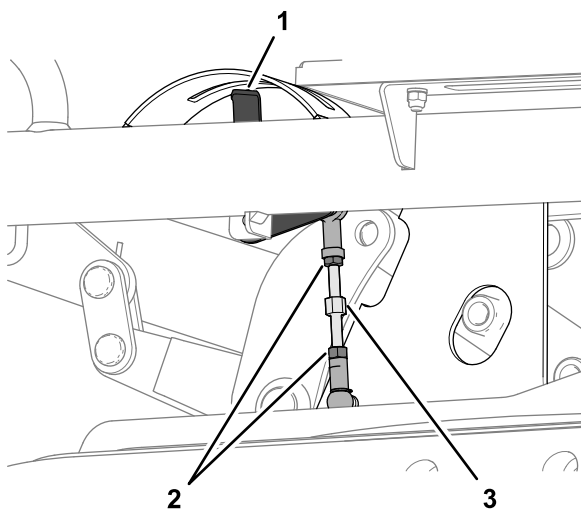

Figura 131
- A. Allentate i 2 controdadi che fissano la biella dell'altezza di taglio (Figura 131).
- B. Ruotate la biella sinché il puntatore dell'indicatore dell'altezza di taglio, visualizzato dal sedile dell'operatore, non è allineato sul segno dei 75 mm (Figura 130 e Figura 131).
- C. Serrate i 2 controtradi (Figura 131).